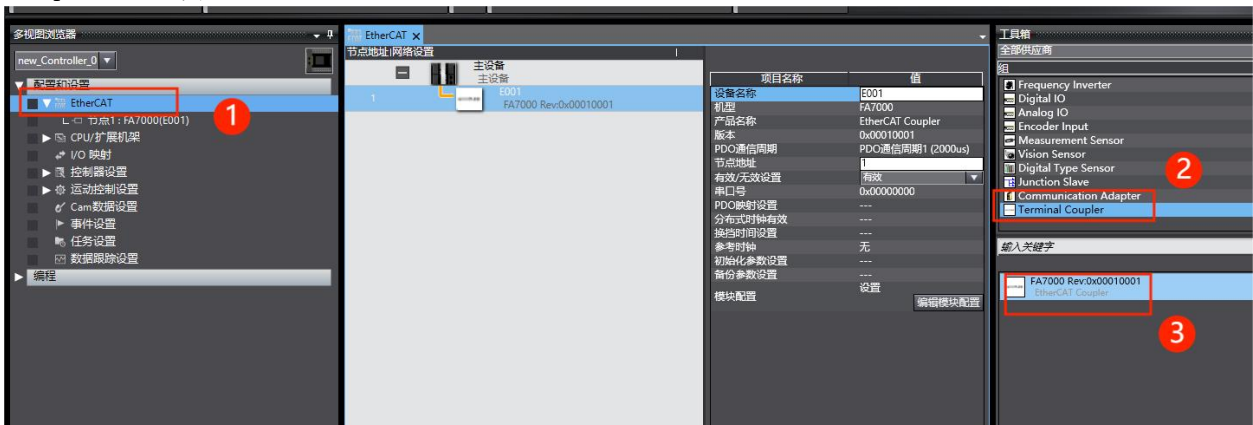

图4-9
3. 添加适配器, 在多视图浏览器中双击“EtherCAT”, 在工具箱中选择“Terminal Coupler”, 并在工具箱下方选择“FA7000 Rev”如图4-9所示